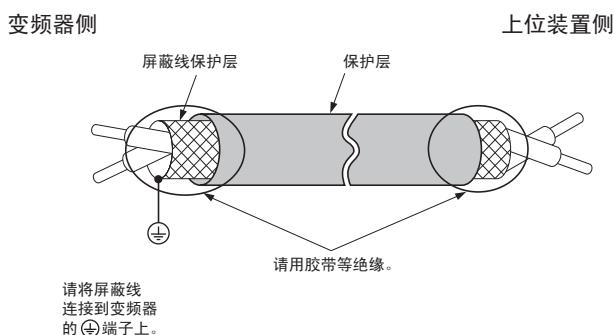

图 35 屏蔽线的线头处理
接线时请参考图 33。并参照图 35 对屏蔽线的线头进行处理。关于紧固力矩,请参照“电线尺寸和紧固力矩”(42 页)。
如果不利用操作器而利用外部频率设定器来设定频率，请按图 35 所示，使用已经过线头处理的双股绞合屏蔽线。屏蔽线应接在变频器的④端子上。